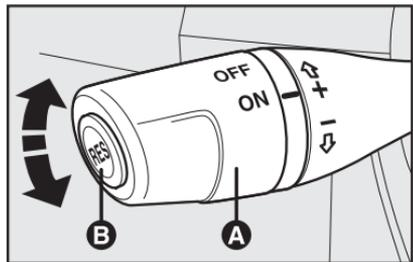

fig. 59
COMANDOS - fig. 59
O piloto automático é comandado pela alavanca **A**-fig. 59.
1) Apertando o pedal do acelerador e em seguida memorizando a nova velocidade atingida (posicionando a alavanca **A-fig. 59** para cima (+) por pelo menos três segundos);